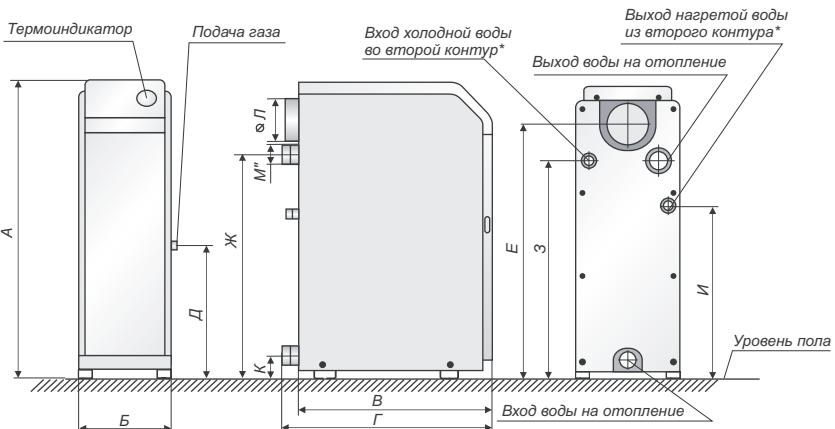
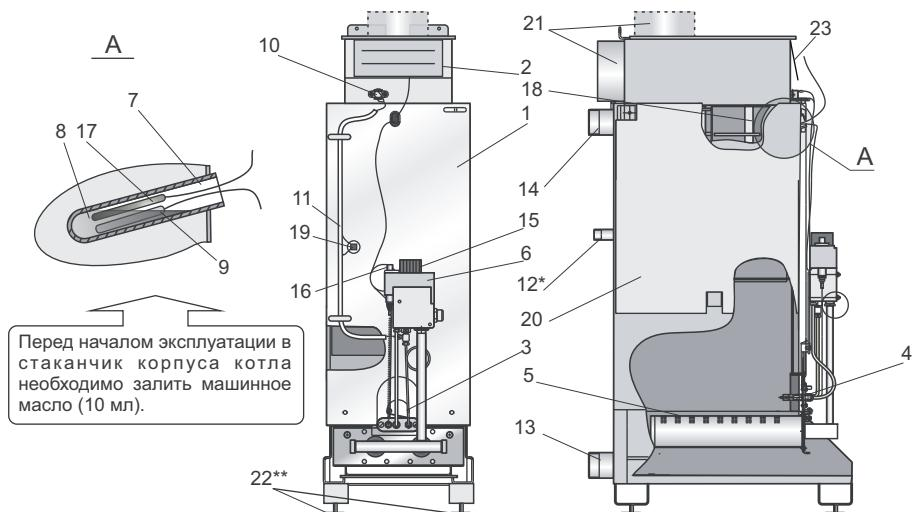

Рис. 1. Общий вид котла "Житомир-3"
Рис. 2. Схема конструкции котла "Житомир-3"
5.1. Котёл (рис.1) выполнен в виде напольного шкафа прямоугольной формы, лицевая сторона которого закрыта дверкой, обеспечивающей доступ для запуска котла и управления его работой.
Котёл состоит из следующих основных частей: корпуса котла (поз.1 рис.2), который состоит из топки и теплообменника. В теплообменнике котла установлены турбулизаторы поз. 18 для наиболее полного отбора тепла при сжигании природного газа и передачи его теплоносителю; газохода (поз. 2); горелок: основной (поз.5) и запальной (поз.4); автоматики безопасности с газовым клапаном поз.6; патрубков подвода (поз.13) и отвода теплоносителя (поз.14). В котлах с встроенным водонагревателем предусмотрены присоединительные патрубки (поз.12). На лицевой части корпуса котла расположено смотровое окно (поз.3) для контроля за розжигом и работой котла. В стаканчике (поз.7) установлен баллон термоиндикатора поз.17 и термобаллон (поз.9) газового клапана, служащий для управления его работой. Термостат (датчик тяги) (поз.10) служит для обеспечения его безопасной работы. Для наиболее полного отбора тепла снаружи корпус котла покрыт теплоизоляцией и декоративным стальным кожухом, покрытым порошковой эмалью. В верхней части кожуха котла установлен термоиндикатор для контроля температуры воды в котле, (рис. 1).
Для установки ТЭНа необходимо слить воду из котла (системы отопления), открутить заглушку (рис.1 поз. 10) и установить на ее место ТЭН с характеристиками, соответствующими таблице 3. Залить воду в котел (систему отопления). Перед запуском котла проверить герметичность установки ТЭНа.
6.8. При установке котла в систему отопления с открытым расширительным сосудом установка датчика перегрева (п.19, рис.2) не требуется, при условии, что отказ терmostата управления не вызывает опасную ситуацию для пользователя или повреждение котла (ГОСТ Р 51733-2001).